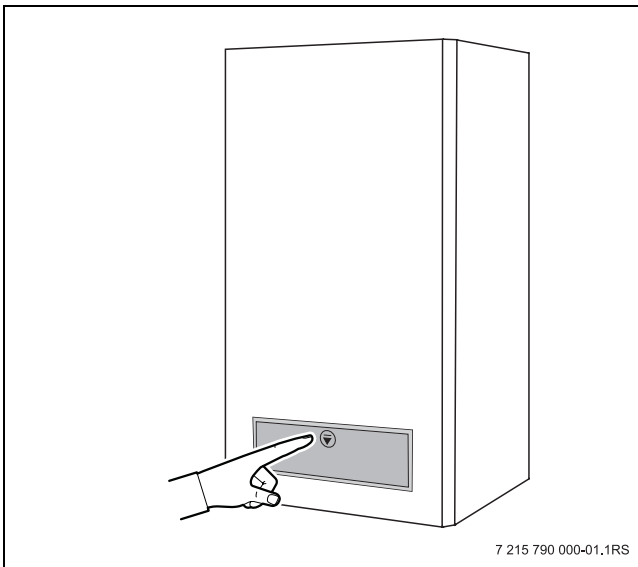

Bild 22 Klappe öffnen
- Klappe durch Drücken öffnen (→ Bild 22, Seite 29).